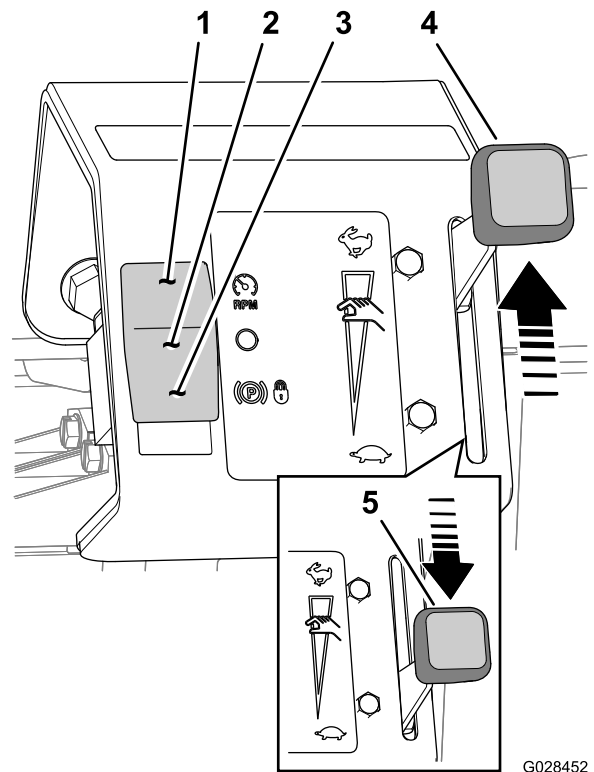

Bild 30
2. Stellen Sie die Handgasbedienung auf die Langsam-Stellung (Bild 30).
3. Stellen Sie den Modusschalter nach unten auf die Stellung „Gasbedienungsperre“ (Bild 30).
5. Stellen Sie die Handgasbedienung auf die Schnell-Stellung (Bild 30).
6. Stellen Sie die Handgasbedienung auf die Langsam-Stellung (Bild 30).
9. Stellen Sie die Handgasbedienung auf die Schnell-Stellung (Bild 30).
1. Stellen Sie die Handgasbedienung auf die Langsam-Stellung (Bild 30).
2. Stellen Sie den Modusschalter nach oben auf die Aus-Stellung (Bild 30).
6. Stellen Sie die Handgasbedienung auf die Schnell-Stellung (Bild 30).
2. Stellen Sie den Modusschalter nach oben auf die Stellung „Fahrgeschwindigkeit beschränken“ (Bild 30).
5. Stellen Sie die Handgasbedienung bei betätigtem Fahrpedal auf die Schnell-Stellung (Bild 30).